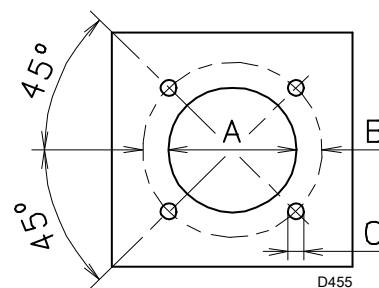

图 13
如图 13 所示, 在炉膛钢板上钻孔。可以用随燃烧器附带的隔热垫定位螺纹孔的位置。
- ▶ 将燃烧器整体安装到之前在锅炉钢板上已钻好的孔 (图 13) 上, 同时将随附螺丝拧紧。